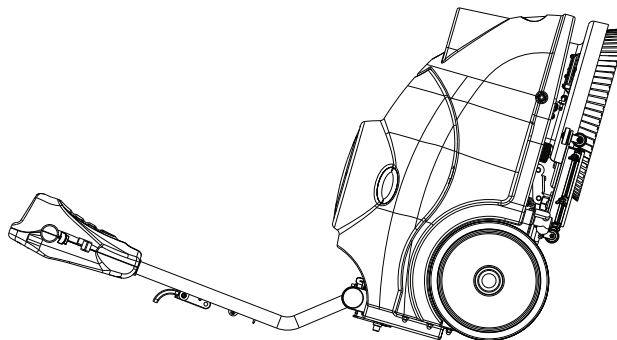

FIGURA 2
2. Coloque la máquina en la posición mostrada en la figura 2. Levante la palanca de levantamiento (26) para levantar la escobilla. (33).
1. Apague la máquina. (47)
2. Tire hacia abajo la palanca de elevación de la escobilla (26) para colocar la escobilla en la posición de "trabajo".
3. Coloque la máquina en esta posición, como se muestra en la Figura 2.
4. Afloje los dos tornillos (55) de la escobilla y desplace la escobilla por las ranuras del soporte de la escobilla.
6. Para reemplazar la escobilla delantera / trasera, (56/57) desenroscar las tuercas mariposa (37).